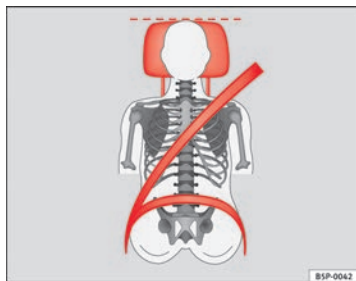
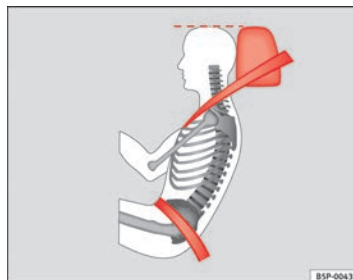

Abb. 65 Von vorne betrachtet: richtig eingestellte Kopfstütze und korrekter Gurtbandverlauf
Abb. 66 Von der Seite betrachtet: richtig eingestellte Kopfstütze und korrekter Gurtbandverlauf
- Die Kopfstützen so einstellen, dass sich die Oberkante der Kopfstütze möglichst auf einer Linie mit dem oberen Teil Ihres Kopfes bzw. mindestens auf Augenhöhe befindet ⇒ Abb. 65 und ⇒ Abb. 66.